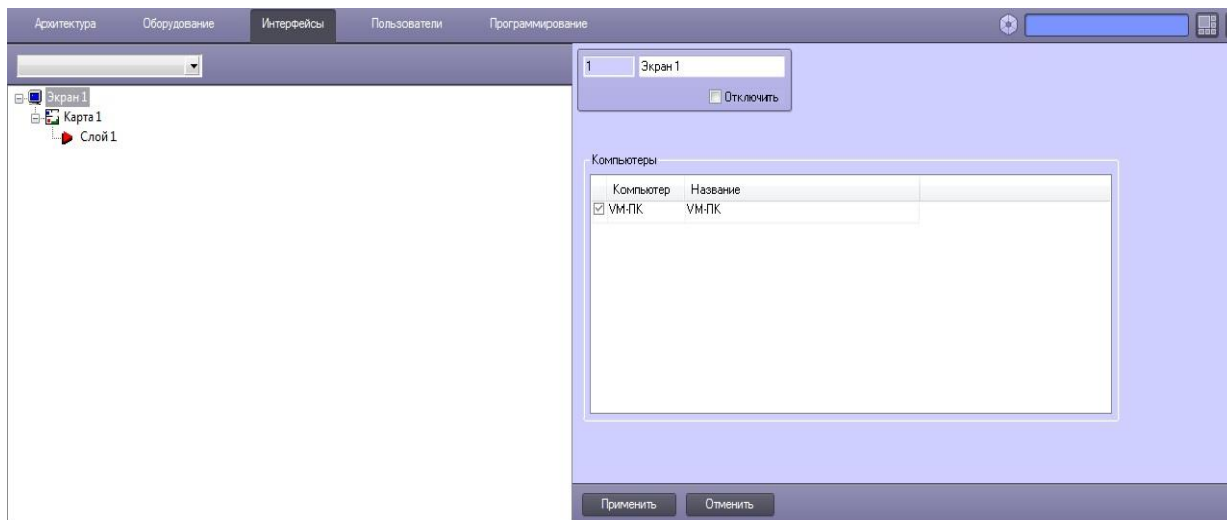

Рис. 10 Создание объекта «Слой»
- На базе карты создать «Слой» - Рис. 10